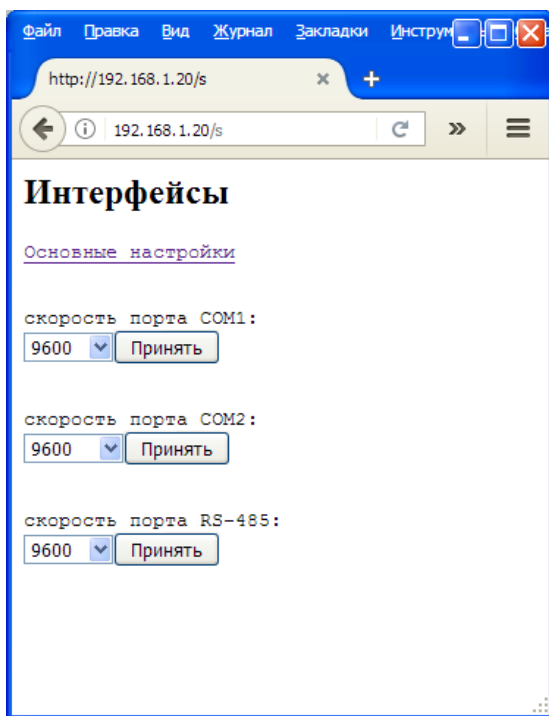

Рис.7.3. Настройка интерфейсов
- в случае подключения к Плате счетчиков тепла, газа или иного оборудования по 232/485 протоколам, на странице настройки интерфейсов нужно задать скорости портов (Рис.7.3);